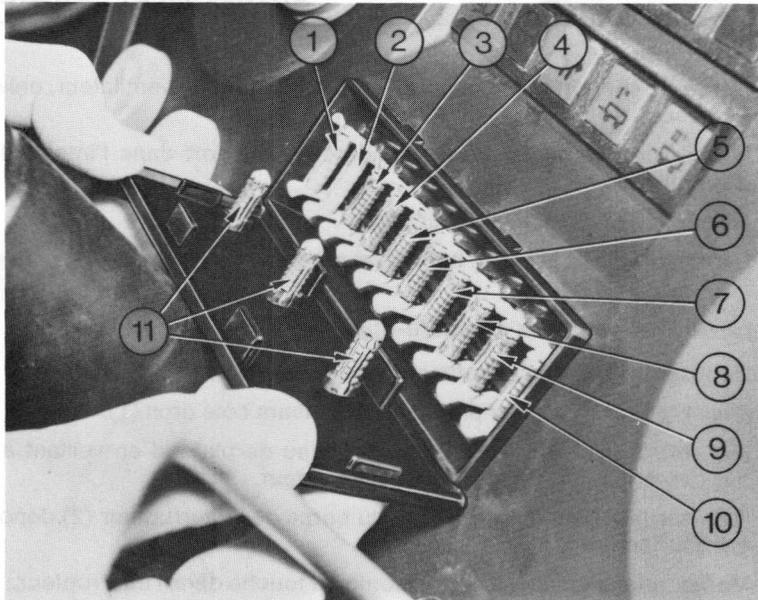

Fig. 49
Les fusibles sont placés dans deux boîtes séparées. La boîte à fusibles principale se trouve au centre du tableau de bord (fig. 49) et protège les circuits suivants :
- 1 – (Fig. 49). Interrupteur de phare de travail côté droit, feux latéraux et arrière droit.